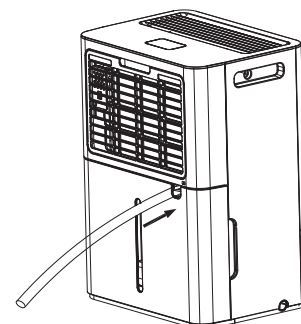

Рис. 5.
9. **Чистка фильтра** (Рис. 5). Достаньте фильтр, промойте его в мыльной воде, прополощите в чистой воде, высушите и вставьте на место. В среднем, необходимо проводить чистку фильтров не реже чем раз в две недели при постоянном использовании. иначе производительность прибора может снизиться.